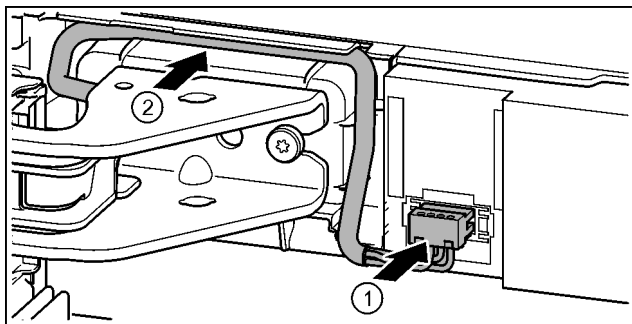

Fig. 37
- ▶ Fixați fișa în poziție prin suportul de lagăr superior și așezați cu precauție lițele cablului în canal. *Fig. 37 (1)*
- ▶ Pozați cu precauție cablul gri în ghidaj deasupra suportului superior de lagăr. *Fig. 37 (2)*